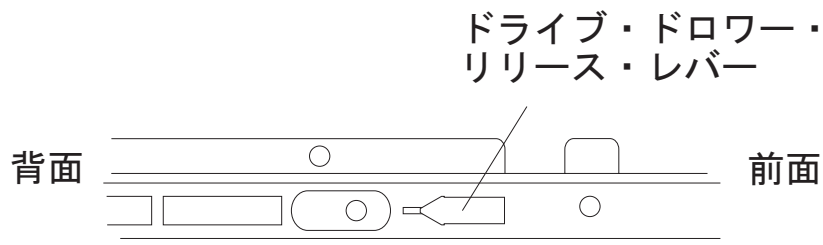

図 65. ドライブ・ドロワーの側面にあるドライブ・ドロワー・リリース・レバー
- b. ドライブ・ドロワーの両側面にあるドライブ・ドロワー・リリース・レバー (図 65 を参照) を手前にスライドさせ、ドライブ・ドロワーをエンクロージャーから取り外します。